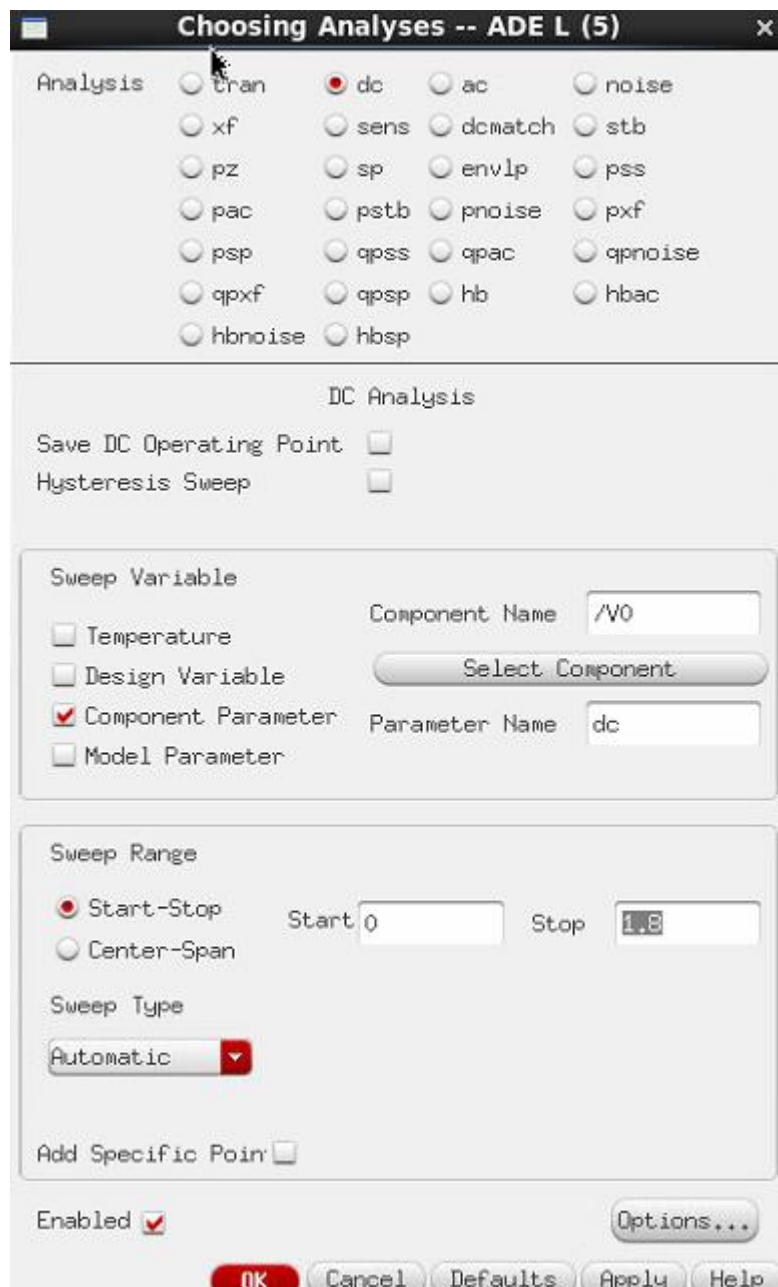

Рисунок 5.2 – Окно ADEL
3. Задать ширину затвора транзистора(W) в соответствии с вариантом
5. Нажать Analyses/Choose... в окне ADEL (рисунок 5.2).